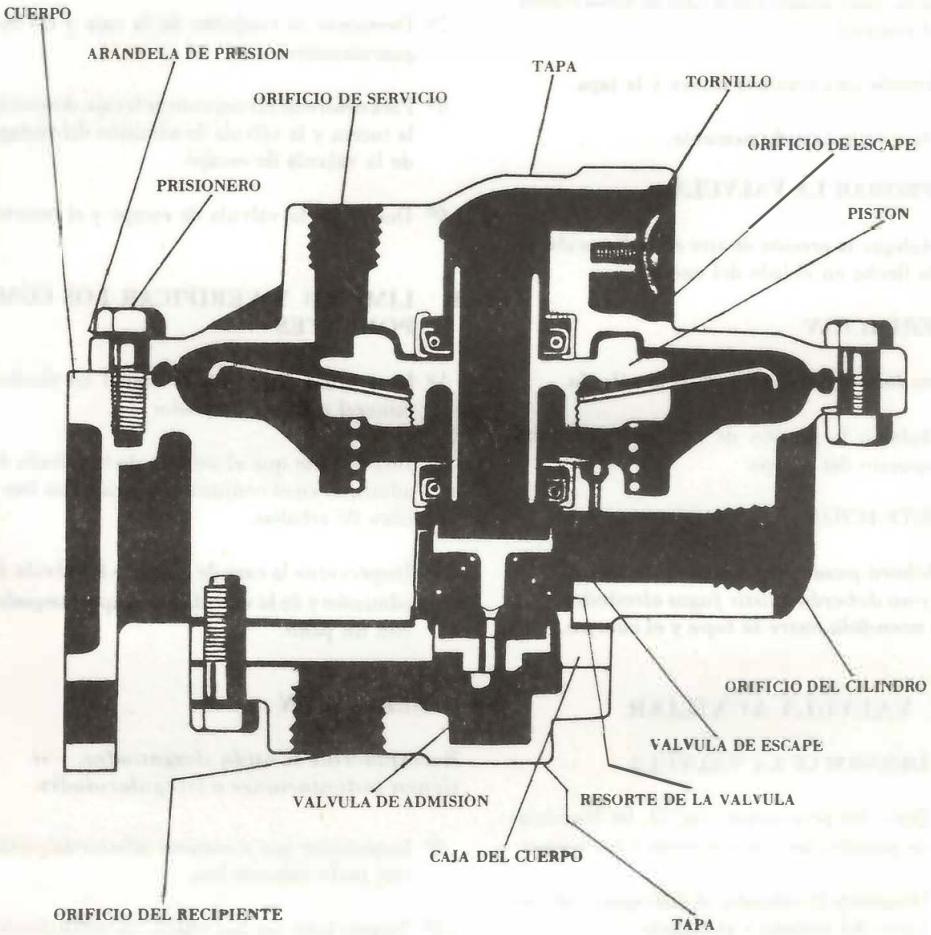

Fig. 3- Válvula auxiliar (vista transversal)
- 1º Quite los prisioneros (fig. 3), las arandelas de presión, las cinco tuercas y los pernos.